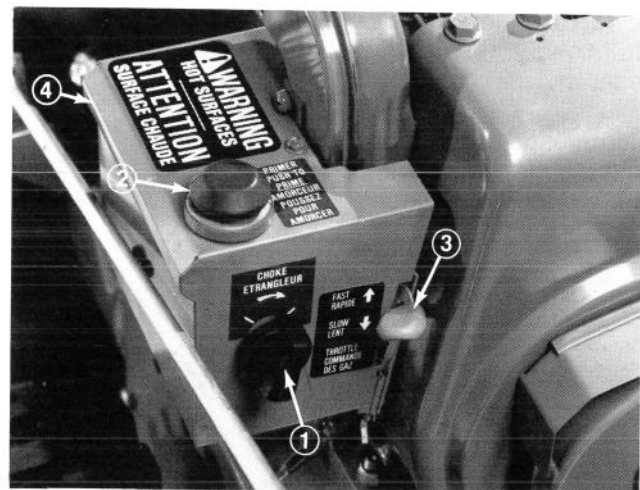

Figure 20
**Remarque:** Pour mettre le moteur en marche à 4°C (40°F) ou à des températures plus élevées, enlevez la boîte de chauffage du carburateur (Fig. 20). Il faut toutefois remettre la boîte de chauffage à des températures inférieures à 4°C ou 40°F. Pour enlever la boîte de chauffage du carburateur, procédez comme suit:
- A. Enlevez les vis Phillips et la vis à tête hexagonale qui maintiennent la boîte de chauffage en place. Tirez sur le bouton de l'étrangleur pour l'enlever de la tige (Fig. 20).
1. Mettez la commande des gaz en position RAPIDE (fast) (Fig. 20).
3. Tournez la manette de l'étrangleur à fond, dans le sens des aiguilles d'une montre, en position "FULL CHOKE" (Fig. 20).
5. Appuyez sur l'amorceur (Fig. 20) cinq fois.
7. Une fois le moteur en marche, tournez immédiatement la manette d'étrangleur (Fig. 20) aux